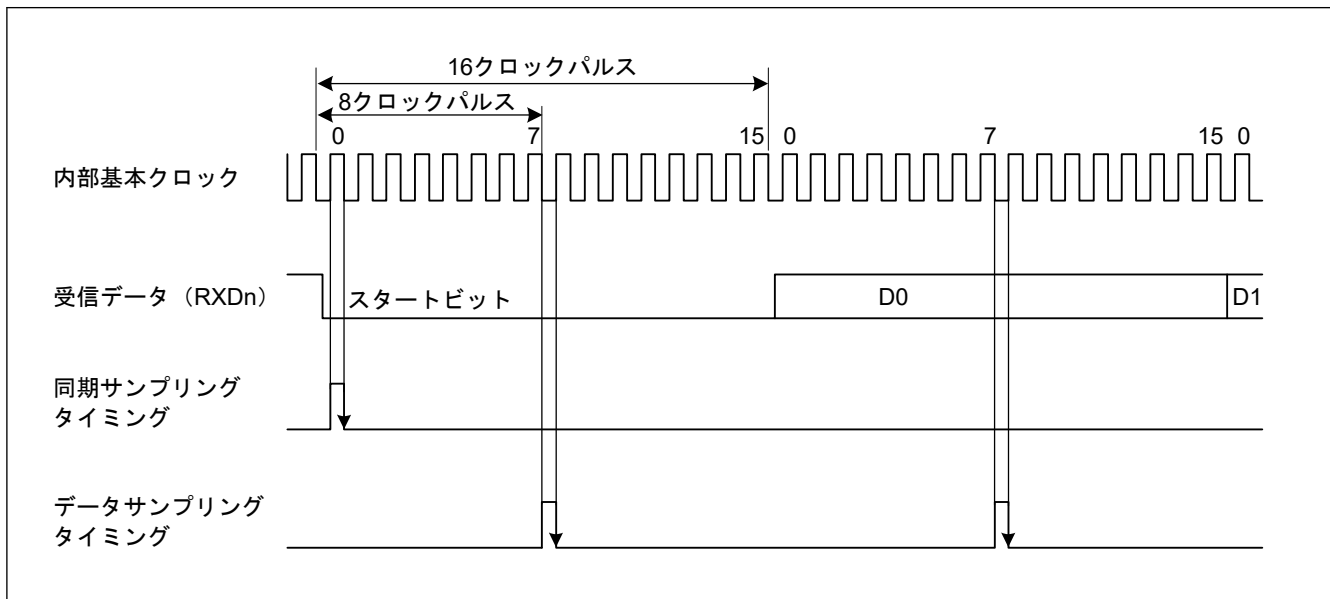

図 25.3 調歩同期式モードでの受信データサンプリングタイミング
また、図 25.3 に示すように、受信データは基本クロックの 8 パルス目(注1)の立ち上がりエッジでサンプリングされるため、各ビットの途中でデータが取り込まれます。調歩同期式モードでの受信マージンは以下の式 (1) によって決定されます。